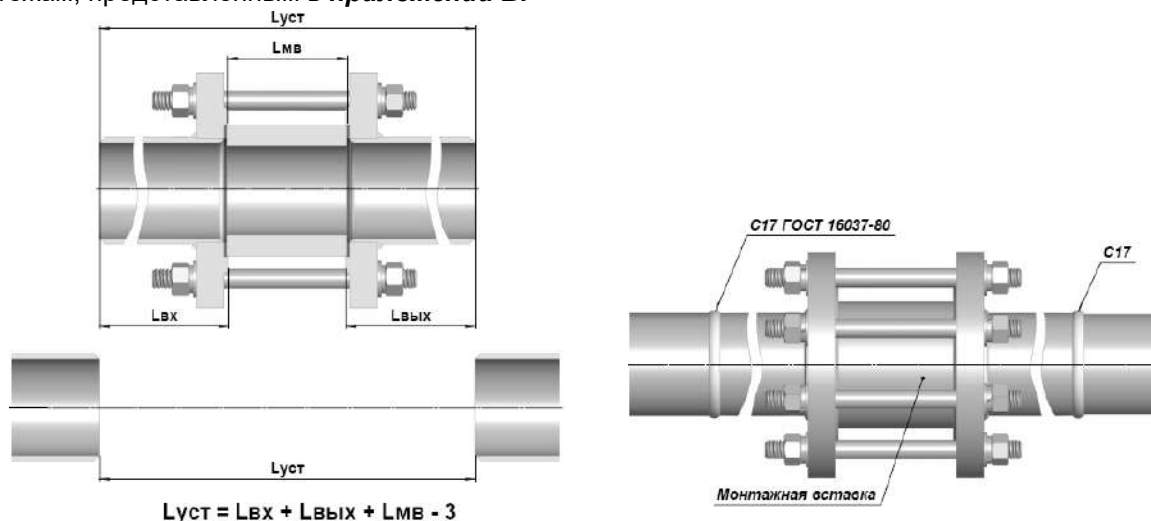

Рисунок 2.2 – Установка вставки с участками
- 2) Вырезать участок трубопровода длиной $L_{\text{уст}}$. (**рисунок 2.2**)